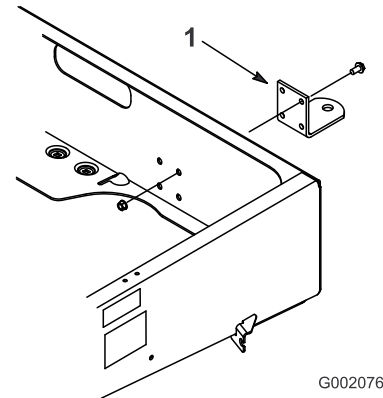

Figura 7
2. Alinhe o engate pelos orifícios de montagem no chassis. Fixe o engate com os parafusos e as porcas (Figura 7).